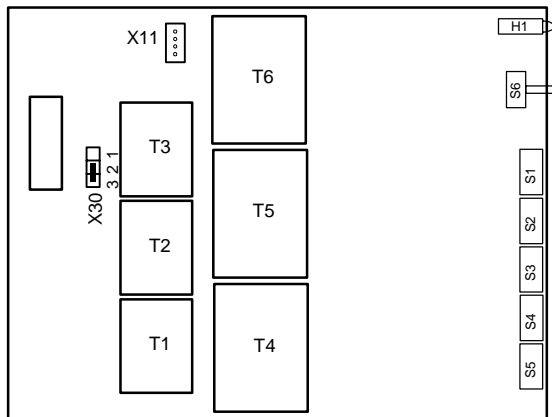

Bild 1-5 Lage der Brücken beim 7SJ45 mit Relaisausgang
Mit Hilfe einer Steckbrücke auf der Flachbaugruppe kann der Auslösekreis an die Applikation angepasst werden (siehe Bild 1-5).
- Kurzschlussstecker X30 umsetzen. Bild 1-5 veranschaulicht die Lage der Steckbrücke auf der Baugruppe.